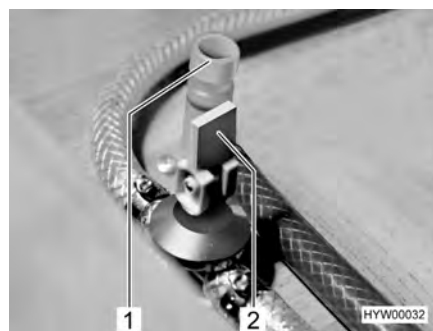

Bild 132 Avtappningskranar för Truma varmvattenberedare
- Stäng alla avtappningskranarna för varmvattenberedaren. Ställ då vipparmen (Bild 132,2) i vågrätt läge och vrid ventillocket (Bild 132,1) medurs.
- Öppna alla avtappningskranarna för varmvattenberedaren. Ställ då vipparmen (Bild 132,2) i vågrätt läge och vrid ventillocket (Bild 132,1) moturs.